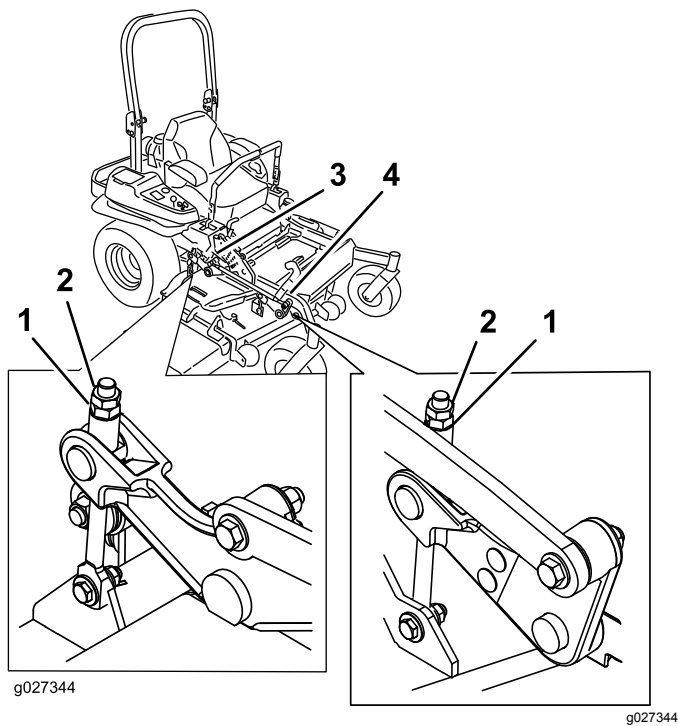

Figure 109
- Ajustez précisément le serrage de l'écrou de réglage sur l'ensemble de levage du tablier avant (Figure 109).
16. Ajustez précisément la vis de réglage en la tournant jusqu'à obtention d'une hauteur de 8,3 mm (3,25 po) (Figure 109).